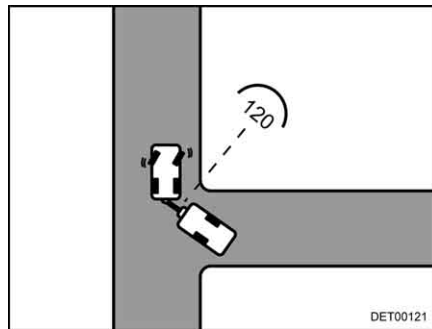

Fig. 16 Manœuvre à effectuer
- Dès que les deux véhicules se trouvent dans un angle de  $120^\circ$  l'un par rapport à l'autre, s'arrêter (Fig. 16).